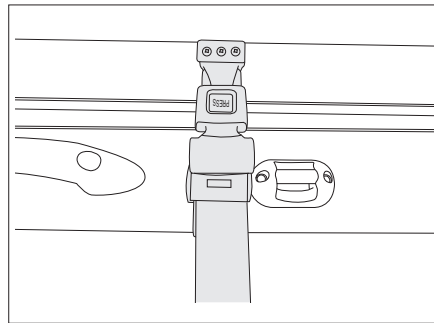

Fig. 95 Ceinture de sécurité du lit escamotable manuel
- Détacher la ceinture de sécurité (Fig. 95).
- Mettre en place la ceinture de sécurité (Fig. 95).